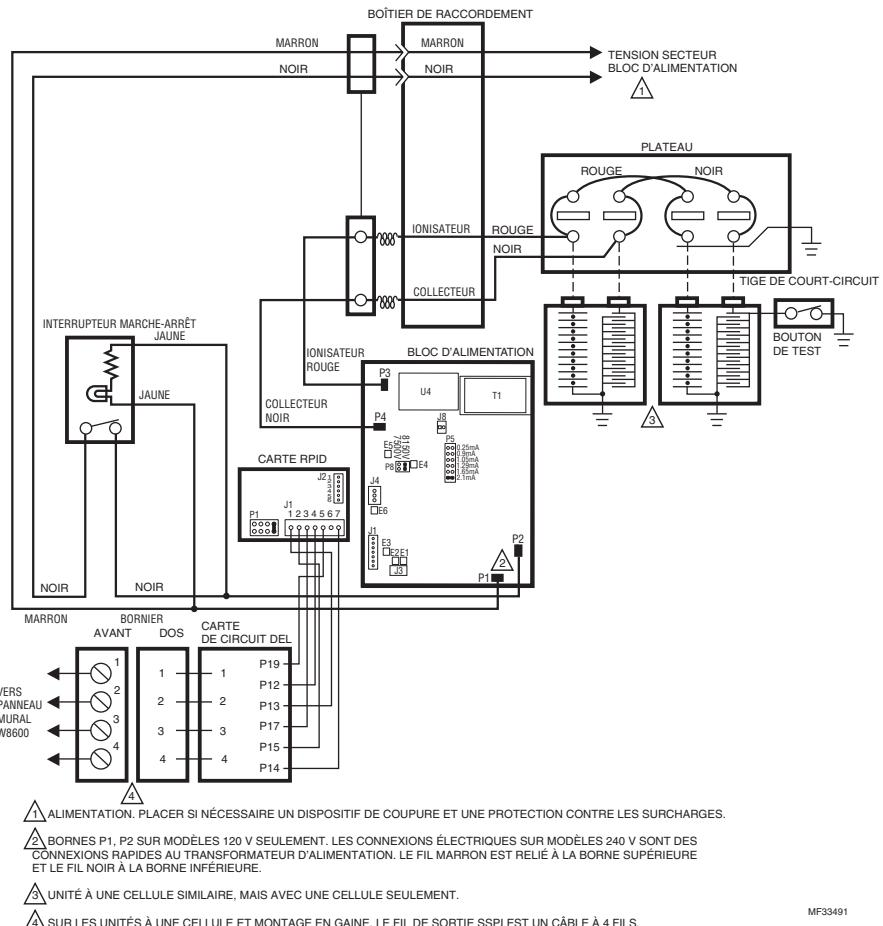

Fig. 7. Ancien épurateur d'air électronique (F50A&E, F52E) avec W8600E—schéma interne.
- ❑ Lors du remplacement de l'alimentation, consulter le schéma de câblage approprié. Voir les Fig. 7 à Fig. 20.
- ❑ Brancher les fils aux bornes à connexion rapide du nouveau bloc. Voir les Fig. 7 à Fig. 20.
Lorsqu'il est appuyé, le bouton de test court-circuite la tension du collecteur vers la masse. Voir les schémas internes, Fig. 7 à Fig. 20. Les sons d'arc qui en résultent indiquent qu'une haute tension alimente le collecteur. L'alimentation à semi-conducteur contrôle le courant vers le collecteur.